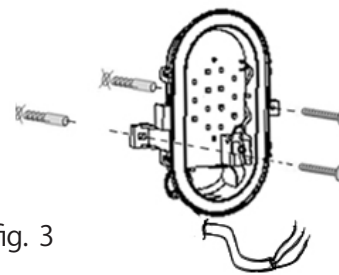

fig. 3
**fig. 3:** Hold the housing against the wall and mark drill points, drill the holes, insert the dowel. Use suitable material for wooden walls or lightweight walls. Fasten the light housing with the screws.
**Bild 3:** Die Bohrlöcher an den entsprechenden Stellen anzeichnen, die Löcher bohren und die Dübel einsetzen. Bei Holzwänden oder Leichtbauwänden passendes Material verwenden. Das Leuchtgehäuse anschrauben.